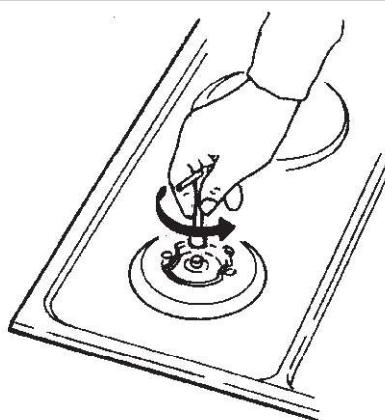

Fig. 7 - Abb. 7 - Afb. 7 - Рис. 7
(Fig. 7) Se l'apparecchiatura risulta predisposta per un diverso tipo di gas da quello di alimentazione disponibile, si deve procedere:
- alla sostituzione degli iniettori (Fig. 7) con i corrispondenti al tipo di gas da utilizzare (vedi tabella "Caratteristiche utilizzatori").
(Fig. 7) Should the appliance be pre-set for a different type of gas than that available, proceed as follows:
- replace the injectors (Fig. 7) with the corresponding type of gas to be used (see table "Uses characteristics").
(Fig. 7) Si l'appareil prévoit un type de gaz différent de celui d'alimentation disponible, on doit procéder:
- à la substitution des injecteurs (Fig. 7) avec ceux correspondants au type de gaz qu'il faut utiliser (voir tableau "Caractéristiques utilisateurs").
(s. Abb. 7) Wenn das Gerät für einen anderen Gastyp als der vorhandene ausgelegt ist, ist folgende Vorgehensweise durchzuführen:
- die Düsen (s. Abb. 7) mit den für den vorhandenen Gastyp bestimmten Düsen (siehe Tab. "Technische Daten") ersetzen;
Adaptación a un tipo diferente de gas (Fig. 7)
- la sustitución de los inyectores (Fig. 7) con los correspondientes al tipo de gas a utilizar (véase tabla "Características utilizadores").
Aanpassing aan een ander type gas (Afb. 7)
- *de injectoren (Afb. 7) te vervangen door degene die corresponderen met het te gebruiken gas (zie de tabel "Karakteristieken verbruikers").*
Adaptação a diversos tipos de gás (Fig. 7)
(Fig. 7) No caso que o aparelho esteja predisposto para um tipo de gás diferente do gás de alimentação que utilizar, deverá proceder da seguinte forma:
- substitua os bicos (Fig. 7) com outros próprios ao tipo de gás que utilizar (veja a tabela relativa às "Características das peças a utilizar");
(Рис. 7) Если варочная панель настроена на тип газа, отличный от имеющегося, следует произвести:
- замену инжекторов (Рис.7) на соответствующие используемому типу газа (см. таблицу "Технические характеристики").